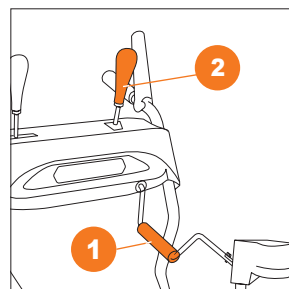

Рис. 41
- Модель **S 6560, S 7565** для выбора направления выброса снега вращайте рукоятку 1, дальность выброса регулируйте перемещением рычага регулировки 2 (Рис. 41).